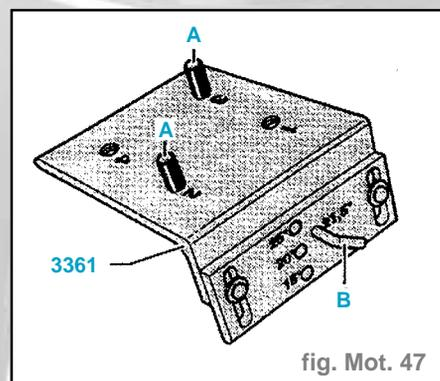
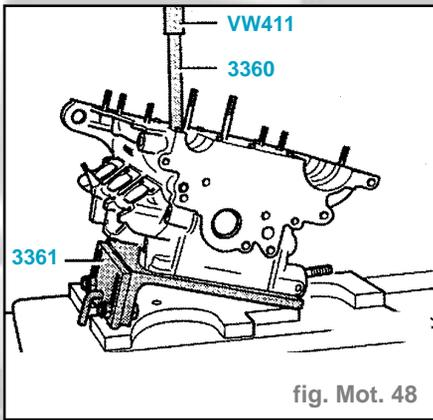

fig. Mot. 47
fig. Mot. 48
- mettre en place les goujons (A) des alésages des boulons de culasse dans les logements 2 et 3 (fig. mot. 47).
- Introduire la goupille d'arrêt (B) dans l'alésage respectif de l'angle de portée.
- Expulser les guides de soupapes usés avec l'éjecteur **3360** à partir du côté de l'arbre à cames (fig. mot. 48). En cas de guide de soupape avec collet (guide de